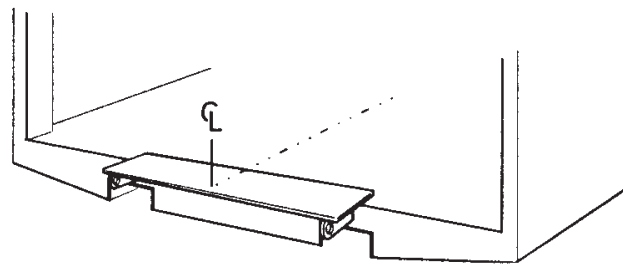

Imagen 27. Atornillar o soldar por puntos el accesorio de montaje en la barra trasera N.º de ref. 51724TL para Z 1500/2000
2. Atornillar o soldar por puntos el accesorio de montaje en la barra trasera, de modo que cada punto central coincida. Véase Imagen 27. N.º de ref. 51724TL para Z 1500/2000.